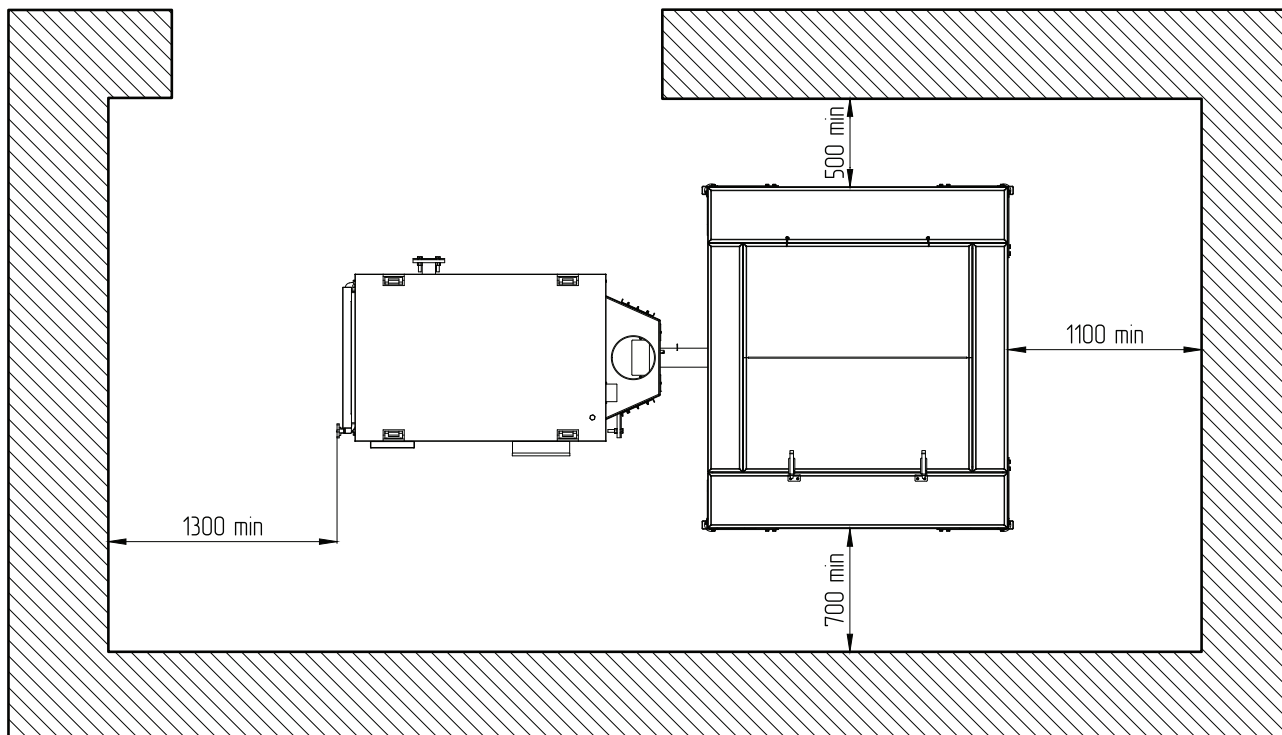
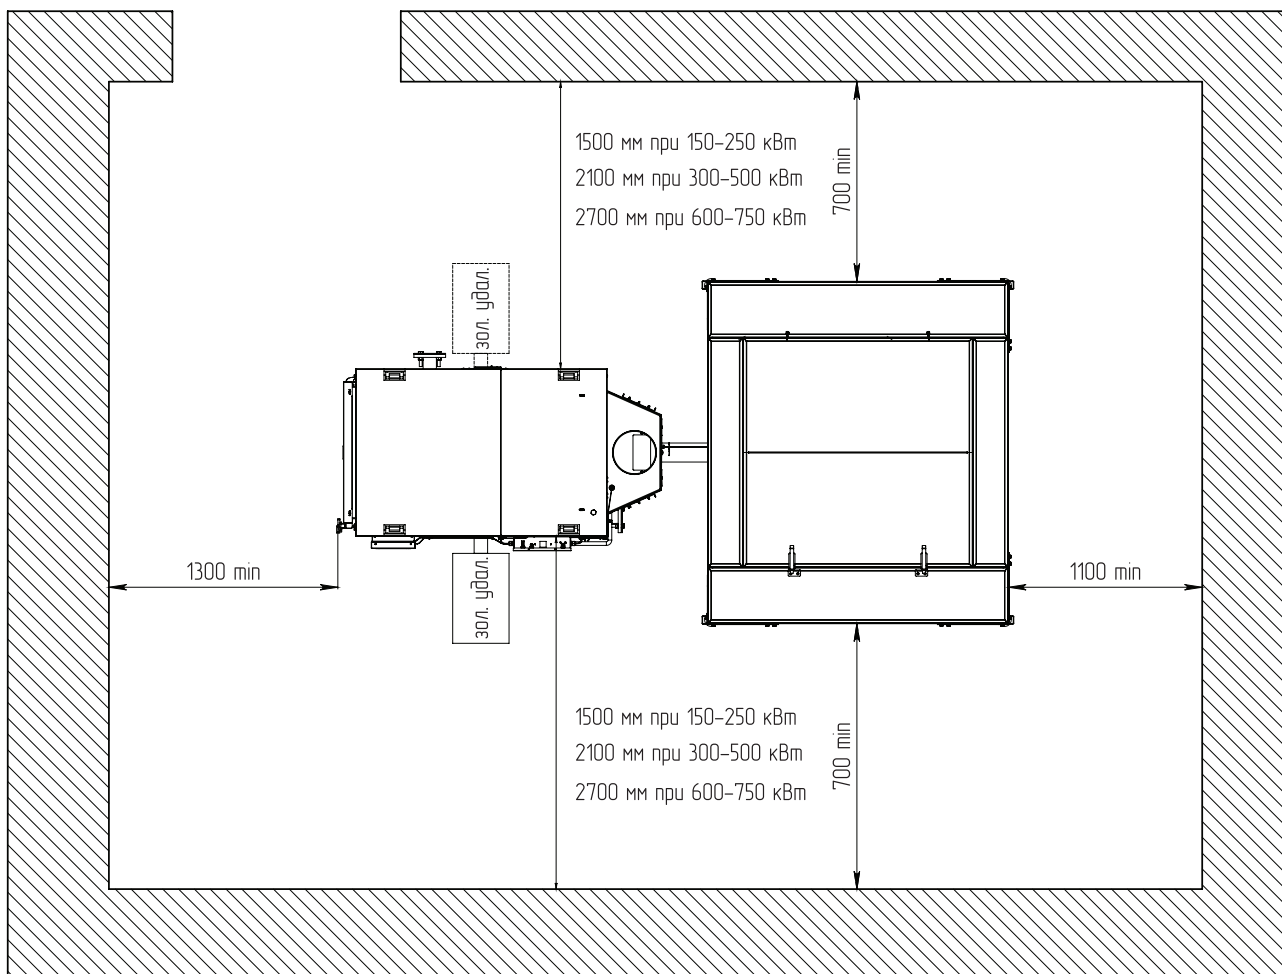

Рис.9 Расположение котла в помещении котельной (без учёта комплекта золоудаления)
Рис.10 Расположение котла в помещении котельной (с учётом комплекта золоудаления)
- Расположение котла в помещении с учетом необходимого для обслуживания пространства показано на **Рис.10** (только для исполнения «Стационарный»);
При использовании комплекта золоудаления манипуляционное пространство со стороны зольного ящика должно быть не менее 1500 мм при мощности котла 150 - 250 кВт, 2100 мм при мощности 300 - 500 кВт и 2700 мм при мощности 600 - 750 кВт (см. **Рис.9**);
- С боковых сторон необходимо оставлять пространство для доступа к задней части котла в соответствии с **Рис.9, Рис.10** (при использовании комплекта золоудаления).
Расположение котла в помещении с учетом необходимого для обслуживания пространства показано на **Рис.9, Рис.10.**